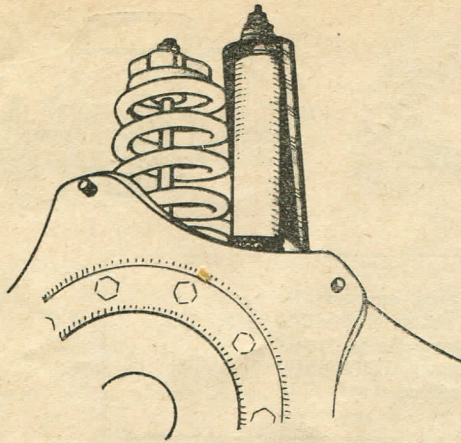

Fig. 16
• Monter les nouveaux amortisseurs arrière Allinquant sur les supports ainsi soudés (voir figure 16).